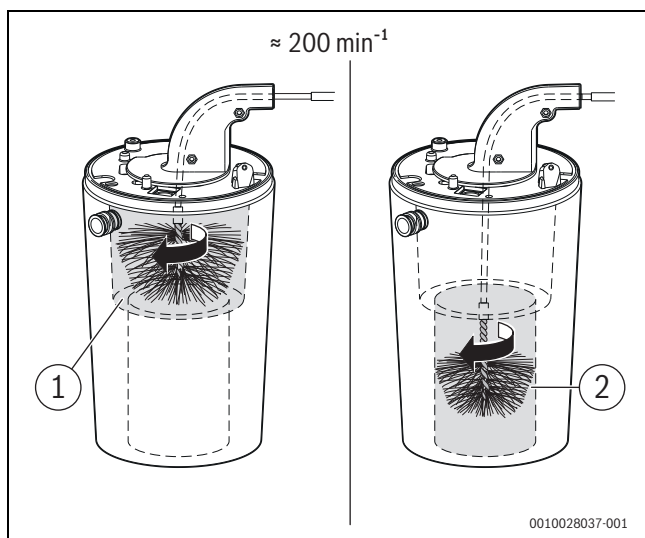

Fig. 143 Nettoyage du corps de chauffe (env. 200 tr/min, rotation à droite uniquement)
- Répéter le processus avec la petite brosse pour la zone inférieure (→ fig. 143, [2]).